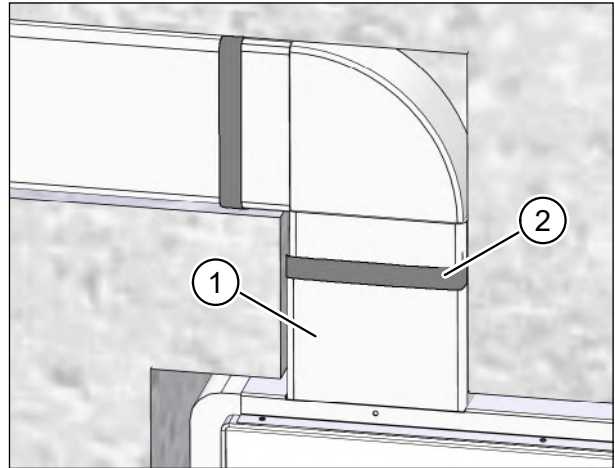

Abb. 26: Flachkanalverbindungen mit Dichtband fixieren
- ▶ Setzen Sie ein Formstück, z. B. den Flachkanal-Verbinder M-WRG-FK-V, Art.-Nr. 200114 (Pos. 1 in Abb. 26), in die Öffnung am Mauerkasten ein.
- ▶ Setzen Sie das erste Teilstück des Flachkanals in das Formstück, z. B. den Flachkanal-Verbinder M-WRG-FK-V, Art.-Nr. 200114, am Mauerkasten ein und dichten Sie die Verbindungsstelle mit Dichtband ab (Pos. 2 in Abb. 26).